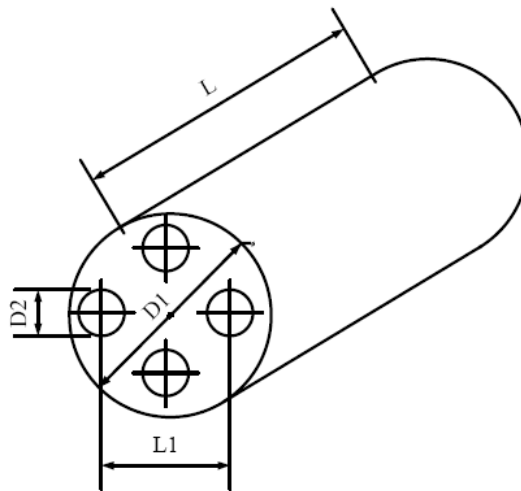

Рисунок 3 – Конструкція сталевого ротора
2. Визначити момент інерції J сталевого ротора (рис. 3) з такими розмірами: $L = 0.6$ м, $D_1 = 6.9$ м, $D_2 = 0.2$ м, $L_1 = 0.6$ м. Питома маса $\gamma = 7800$ кг/м³.